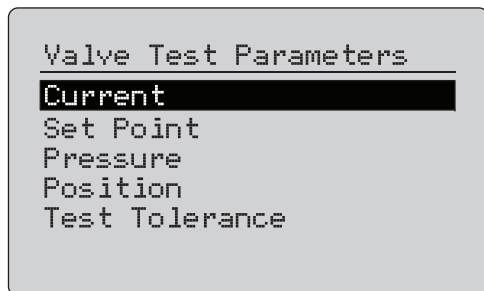

Figura 57. Test delle valvole
1. Nel menu Configurazione calibratore (vedere la figura 9), selezionare **Valve Test Parameters** (Parametri test valvole) per rivedere la mappatura delle variabili. Vedere la figura 57.